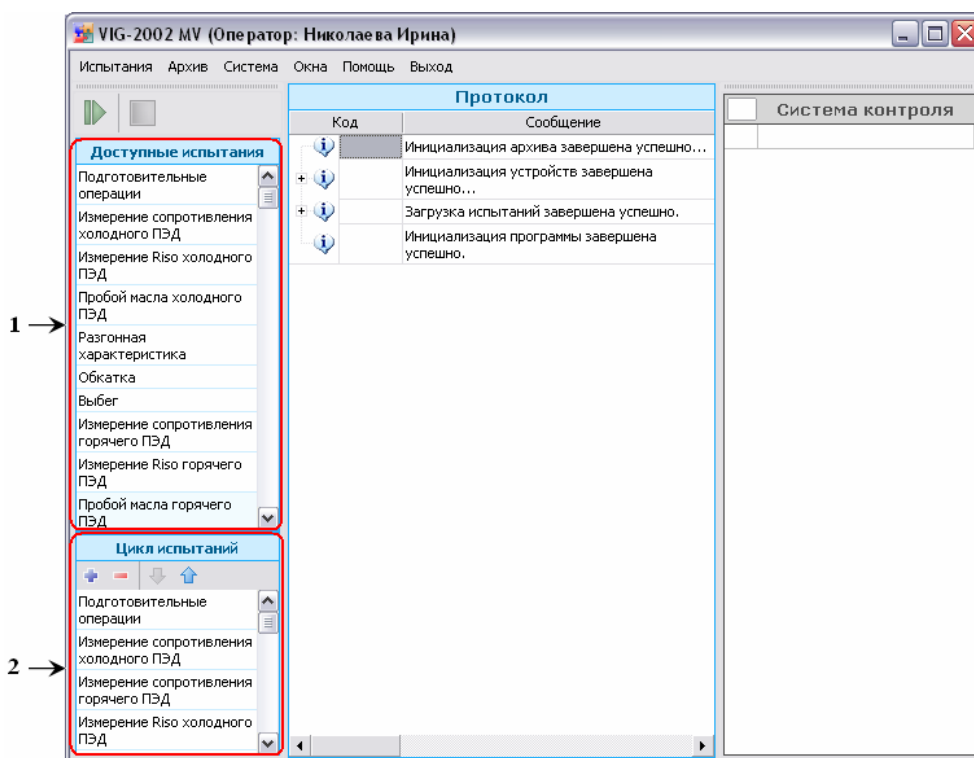

Рисунок 1.19
Раздел основного окна «Доступные испытания» (рис.1.19{1}) представляет собой список испытаний, которые можно провести для рассматриваемого стенда. Список доступных испытаний для различных стендов может отличаться.
Раздел «Цикл испытаний» (рис.1.19{2}) представляет собой последовательность испытаний, составленную из доступных испытаний. Цикл испытаний составляется оператором или задается программным путем.
1. В разделе «Доступные испытания» (рис.1.19{1}) с помощью мыши выделите требуемое испытание (например «Снятие характеристик»).
2. Добавьте испытание в цикл испытаний двойным щелчком мыши или нажатием кнопки  на функциональной панели раздела «Цикл испытаний» (рис.1.19{2}) или нажатием клавиши [Insert].
1. В разделе «Цикл испытаний» (рис.1.19{2}) с помощью мыши выделите требуемое испытание.
2. Для исключения испытания из цикла нажмите кнопку  на функциональной панели раздела «Цикл испытаний» (рис.1.19{2}) или нажмите клавишу [Del] на клавиатуре, или два раза щелкните левой кнопкой мыши.
- **Для того, чтобы выстроить испытания в требуемом порядке** в разделе «Цикл испытаний» (рис.1.19{2}) выделите требуемое испытание и нажмите кнопку  либо кнопку  на функциональной панели раздела. При нажатии данных кнопок запись будет перемещаться соответственно на уровень ниже или выше.